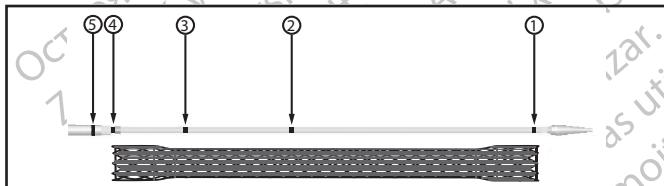
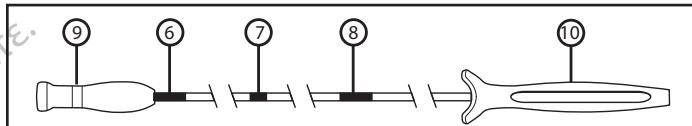

Abbildung 2. Applikatorsystem und strahlenundurchlässige (RO) Markierungen
Abbildung 3. Applikatorsystem, visuelle Markierungen und Griffe
Auf dem Applikatorsystemgriff befinden sich drei visuelle Markierungen zur Unterstützung der Platzierung des Stents unter endoskopischer Visualisierung (Abbildung 3). Die am weitesten distal gelegene Markierung zeigt an, dass sich der Stent vollständig im Applikatorsystem befindet (Abbildung 3 Nr. 6), eine visuelle Markierung kennzeichnet, dass der Stent zu 50 % freigesetzt ist (Mitte) (Abbildung 3 Nr. 7), und die am weitesten proximal gelegene Markierung kennzeichnet den Punkt, an dem das Zurückziehen des Stents nicht mehr möglich ist (Abbildung 3 Nr. 8).
Fünf strahlenundurchlässige Markierungen unterstützen die Freisetzung des Stents unter Röntgendifchleuchtung (Abbildung 2). Zwei strahlenundurchlässige Markierungen auf dem inneren Röhrchen des Applikatorsystems kennzeichnen die Enden des gefalteten Stents (Abbildung 2, Nr. 1 und 4). Zwischen diesen strahlenundurchlässigen Markierungen befinden sich zwei zusätzliche strahlenundurchlässige Markierungen. Eine strahlenundurchlässige Markierung kennzeichnet den Mittelpunkt des Stents (Abbildung 2 Nr. 2). Eine strahlenundurchlässige Markierung auf dem inneren Röhrchen zeigt den Punkt an, ab dem ein Zurückziehen des Stents nicht länger möglich ist (Abbildung 2 Nr. 3). Die fünfte strahlenundurchlässige Markierung am vorderen Ende des äußeren Röhrchens zeigt an, wie weit der Stent freigesetzt wurde (Abbildung 2, Nr. 5).
Bei Verwendung der Röntgendifchleuchtung muss der Stent so platziert werden, dass Markierung 2 (Abbildung 2) im Mittelpunkt des Tumors oder der Fistel liegt. Damit stellen Sie sicher, dass der Stent den Tumor vollständig überbrückt.
Halten Sie zu Beginn der Stentplatzierung den distalen Griff (den Griff, der vom Bediener am weitesten entfernt ist, Abbildung 3, Nr. 9) des Applikatorsystems mit einer Hand fest und ergreifen Sie den proximalen Griff (den Griff, der dem Bediener am nächsten ist, Abbildung 3, Nr. 10) mit der anderen Hand. Halten Sie diesen Griff stationär. Zwischen den Griffen befindet sich ein Hypotube mit visuellen Markierungen. Diese visuellen Markierungen sollen bei der Stentplatzierung helfen. Vor der Stentplatzierung können Sie eine Markierung in vollständig umschlossener/nicht eingesetzter Position visualisieren (Abbildung 3, Nr. 6).
Um den Stent einzusetzen, halten Sie den distalen Griff (den Griff, der vom Bediener am weitesten entfernt ist, Abbildung 3, Nr. 9) mit einer Hand fest und ergreifen Sie den proximalen Griff (den Griff, der dem Bediener am nächsten ist, Abbildung 3, Nr. 10) mit der anderen Hand. Ziehen Sie zum Einsetzen des Stents den distalen Griff langsam zum proximalen Griff. Halten Sie dabei den proximalen Griff stationär. Überwachen Sie die Stentfreigabe fluoroskopisch und/oder endoskopisch. Halten Sie dabei die Markierungen am Applikatorsystem zwischen den identifizierten Strukturmarkierungen. Sie können die Platzierung gegebenenfalls stoppen und die Stentposition ohne Zurückziehen des Stents proximal justieren, bevor die Zurückziehmarkierung passiert wird (Abbildung 3, Nr. 8). Siehe Abschnitt zum Zurückziehverfahren. Wenn Sie mit der Stentplatzierung zufrieden sind, schließen Sie die Stentplatzierung nun ab.
- Bis zu den Zurückziehmarkierungen kann der Stent jederzeit wieder zurückgezogen werden (strahlenundurchlässig, Abbildung 2, Nr. 3 und visuell, Abbildung 3, Nr. 8).
Hinweis: Der Stent ist wieder vollständig umschlossen, wenn die visuelle Markierung (Abbildung 3, Nr. 6) vollständig sichtbar ist.
- C. Ziehen Sie das äußere Röhrchen des Applikatorsystems wieder in die Schleuse, indem Sie den distalen Griff (Abbildung 3 Nr. 9) weg vom Bediener drücken. Entfernen Sie langsam das Applikatorsystem und den Führungsdraht.